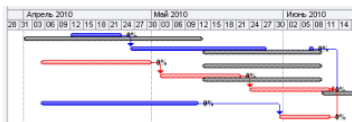

Рисунок 18 - Критическая цепочка
4. Определите критическую цепочку: непрерывную последовательность работ максимальной длины (рисунок 18). В отличие от критического пути, здесь возможна взаимосвязь по последовательному использованию ресурсов.